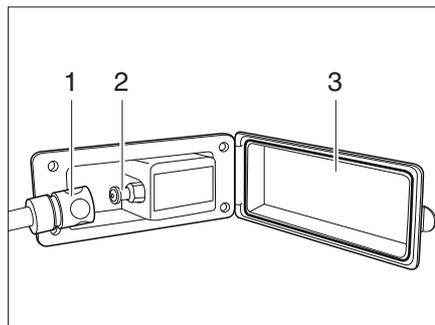

Bild 158 City-Wasseranschluss
- Deckel (Bild 158,3) des City-Wasseranschlusses öffnen.
- City-Wasseranschluss (Bild 158,2) bei Bedarf nach unten schwenken.
- Wasserschlauch (Bild 158,1) ankuppeln.
- Wasserschlauch (Bild 158,1) abkuppeln.
- Bei Bedarf City-Wasseranschluss (Bild 158,2) zurück schwenken.
- Deckel (Bild 158,3) des City-Wasseranschlusses schließen.